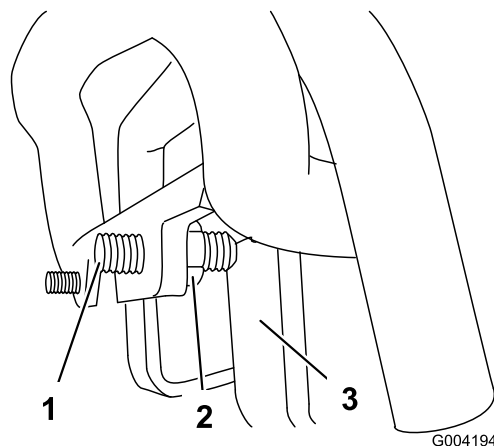

図 59
3. マシンが左にずれていく場合には、走行コントロール前部にある走行固定ねじを固定している右側のジャムナットをゆるめて固定ねじの調整を行う 図 59。
4. マシンが右にずれていく場合には、走行コントロール前部にある走行固定ねじを固定している左側のジャムナットをゆるめて固定ねじの調整を行う 図 59。